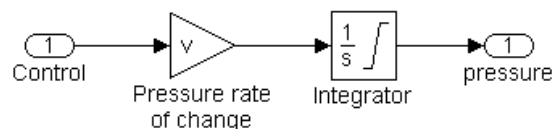

Рисунок 14 — Подсистема «Pneumatic cylinder» расчета давления в тормозном цилиндре колеса
На основании формул (30) и (31) создадим подсистему «Pneumatic cylinder» расчета давления в тормозном цилиндре колеса (рисунок 14). Значение на управляющем входе «Control» равное «1» означает переключение клапана в режим заполнения, а «-1» в режим выпуска. Интегратор («Integrator») имеет начальное значение равное «p_atm» (атмосферное давление и ограничен сверху давлением в ресивере, а снизу атмосферным давлением).